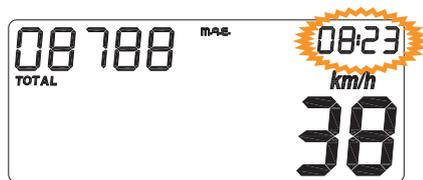

Fig. 11
Esta función está siempre representada en el formato hh:mm, haciendo uso de las cifras del visor 6÷9 (fig. 11).
*Cette fonction est toujours représentée au format hh:mm, en utilisant les numéraux digitaux 6÷9 (fig. 11).*